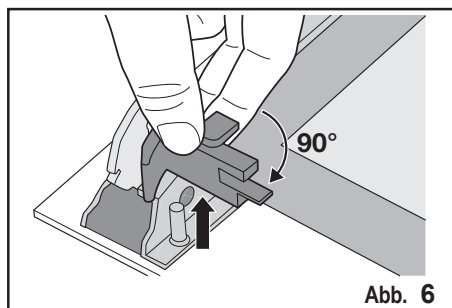

Abb. 6
8. drehen Sie die beiden Feststeller um 90° und ziehen Sie diese aus ihrem Sitz (Abb. 6);